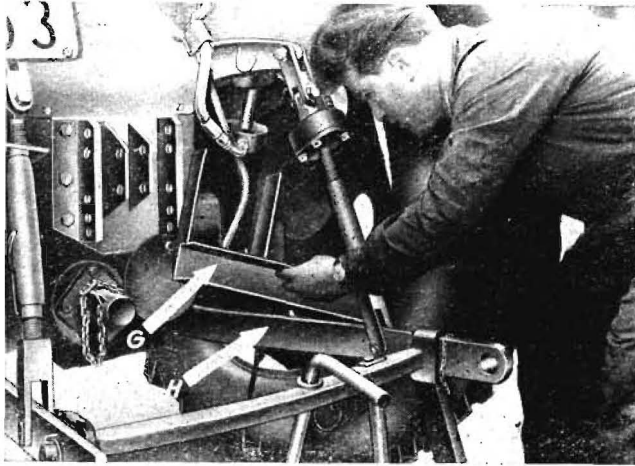

Bild 7
Der Anbaubock (G) mit dem anmontierten Umlenkhebel, wird von der rechten Seite, in Fahrtrichtung gesehen, am Hinterrad entlang, über den Hubarm (H) der Ackerschiene gezogen. (Bild 7)